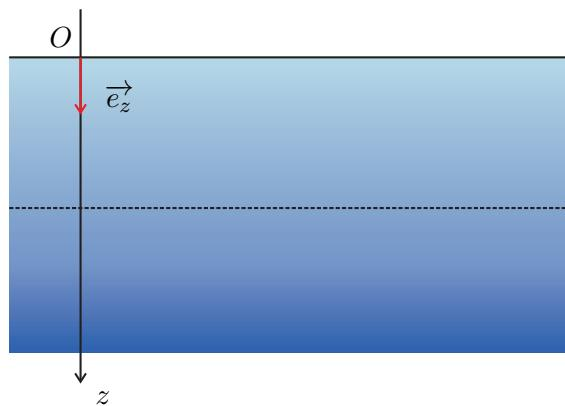

Figure 1 – Océan
On s'intéresse dans cette partie à l'évolution de la pression en fonction de la profondeur. On repère la surface de l'eau par son ordonnée  $z = 0$ . L'axe est orienté vers le bas (voir figure 1).
On suppose que le champ de pesanteur  $\vec{g}$  est uniforme. L'axe  $(O, \vec{e}_z)$  étant descendant (Figure 1), la pression dans un fluide de masse volumique  $\rho$  vérifie la relation de la statique de fluides :
**3.2.** Représenter sur une figure similaire à la figure 1 les isobares suivantes :  $P = P_0$ ,  $P = 2P_0$  et  $P(z)$  ( $z > 0$ ).